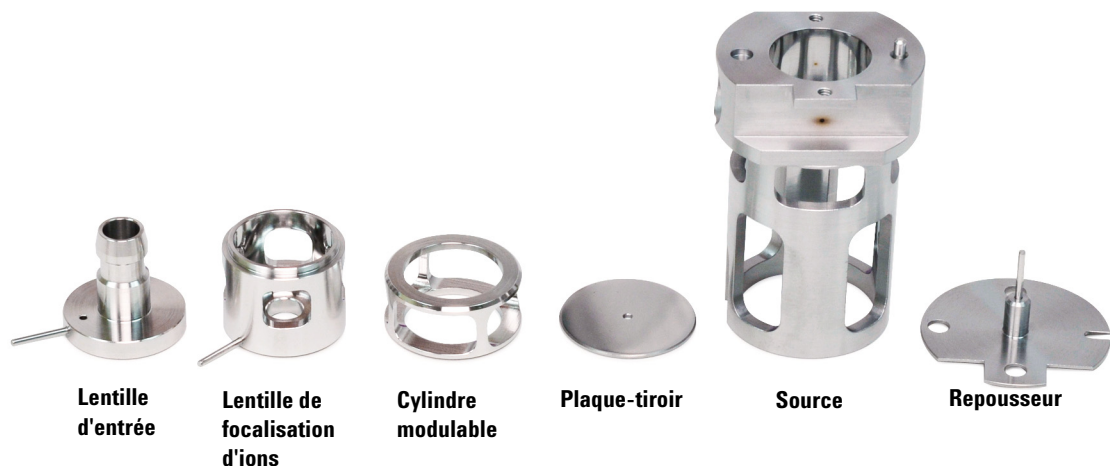

Figure 39 Pièces de source d'ions CI à nettoyer
- 3 Séparer le chauffage de source de la source. Le chauffage de la source est constitué du bloc de chauffage de la source, du repousseur et des pièces détachées connexes. (Voir Figure 39.)
- 4 Démontez l'ensemble repousseur en retirant l'isolant en céramique du repousseur. (Voir Figure 39.)
- 6 Sortir les lentilles de la source et séparer l'isolant de lentille, la lentille de focalisation d'ions, le cylindre d'extraction, la lentille d'extraction et la lentille d'entrée. (Voir Figure 39.)
Tableau 22 Liste des pièces de la source à CI (Figure 39)
Tableau 22 Liste des pièces de la source à CI (Figure 39) (continued)